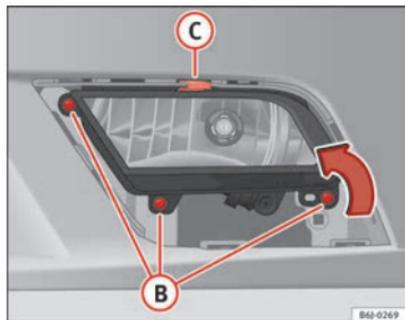

Fig. 171 Faro antiniebla
- Retire los tornillos (3x) ⇒ fig. 171 (B) para extraer el faro antiniebla.
- Retire la grapa metálica situada en la parte superior del faro antiniebla tirando hacia el exterior del vehículo ⇒ fig. 171 (C). ■